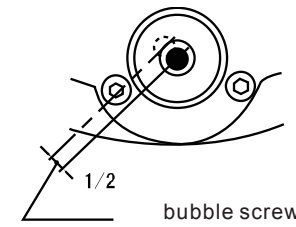

Fig.11
- (II) Utiliser une clé pour régler la vis à bulles pour amener la bulle d'air en position centrale. (Figure 11)